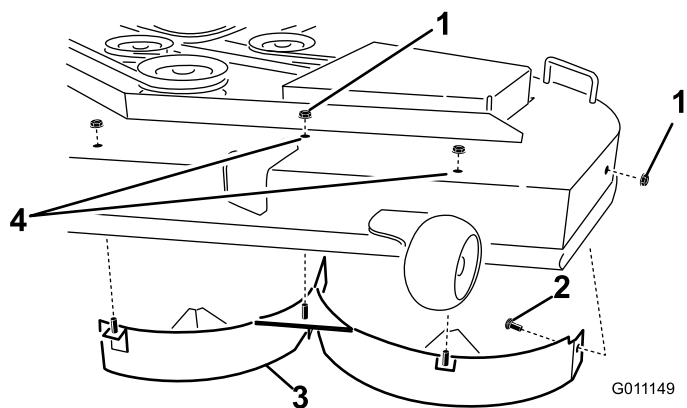

Рисунок 12
4. Отверните 2 контргайки (5/16 дюйма) от приваренных стержней левого дефлектора в верхней части деки газонокосилки в среднем положении и слева от среднего положения (Рисунок 12).
6. Снимите левый дефлектор с деки газонокосилки, как показано на Рисунок 12.